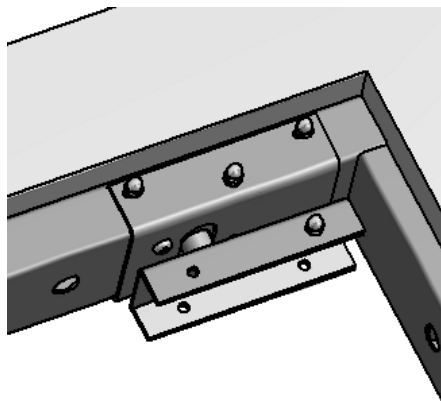

Рисунок 9
- 5.4 Установить подвесную часть петли на раму при помощи шпилек (рис.9).